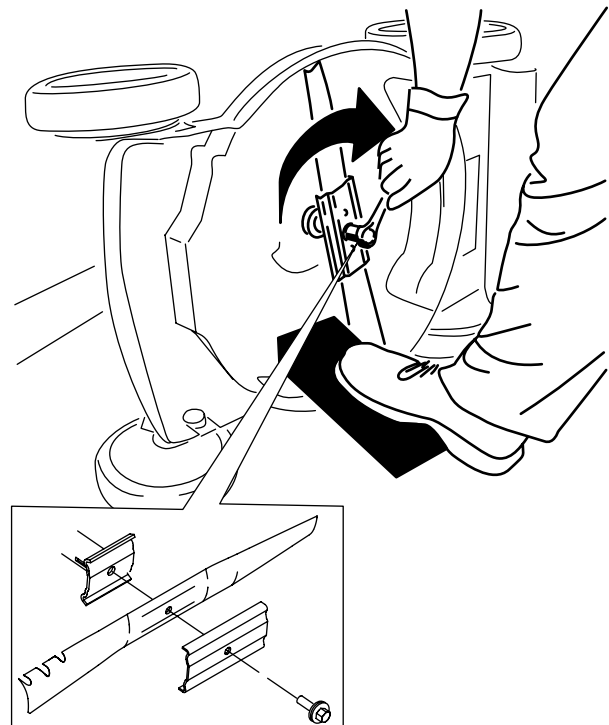

Figura 18
4. Instale la cuchilla nueva, el soporte y el perno de la cuchilla (Figura 18).